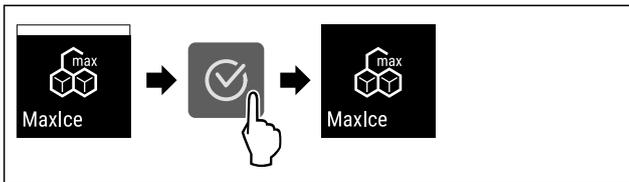

Fig. 20
- Handlungsschritte (siehe Fig. 20) durchführen.